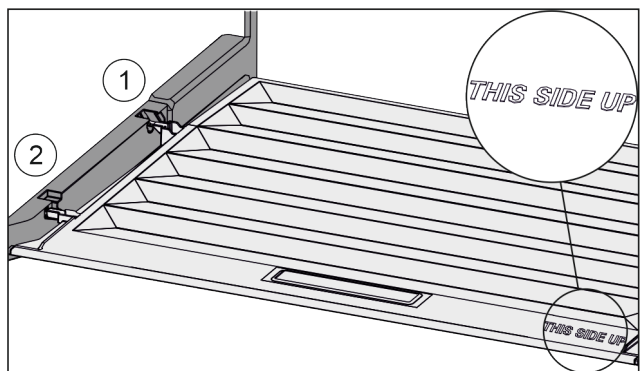

Fig. 138
- Dekselranden via de opening van de achterste houder Fig. 138 (1) aanbrengen en van voren in de houder Fig. 138 (2) klikken.